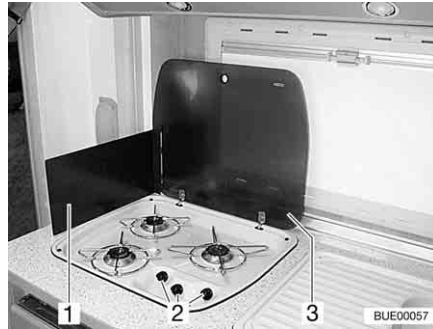

Bild 199 Gasspis
- Öppna gasspisens lock (Bild 199,3).
- Fäll upp eller ställ upp flamskyddsplåten (Bild 199,1), beroende på modell.
- Vrid vridregulatorn (Bild 199,2) till önskad låga till tändningsläge (stor låga).